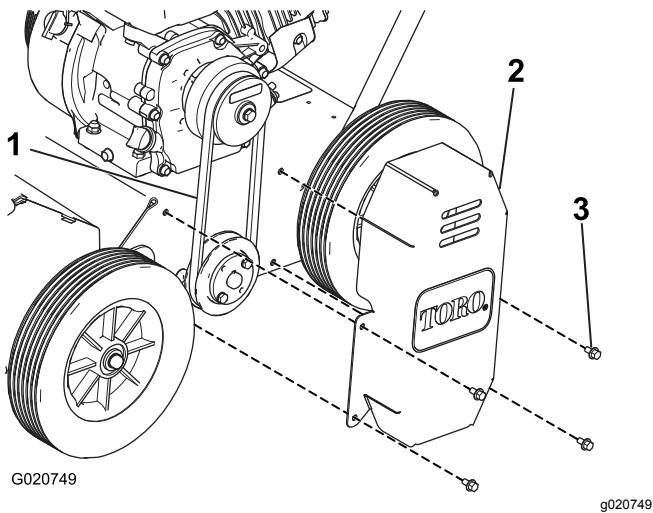

Figure 21
4. Retirez les 4 boulons qui fixent le couvercle de la courroie sur le côté gauche de la machine, et déposez le couvercle (Figure 21).
5. Contrôlez la tension de la courroie (Figure 21).